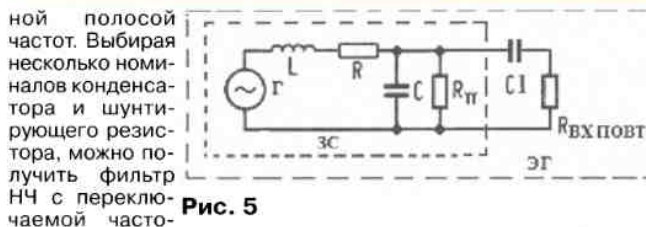

Рис. 5
(рис. 5) коэффициенты A и B в (1) можно рассчитать по формулам: